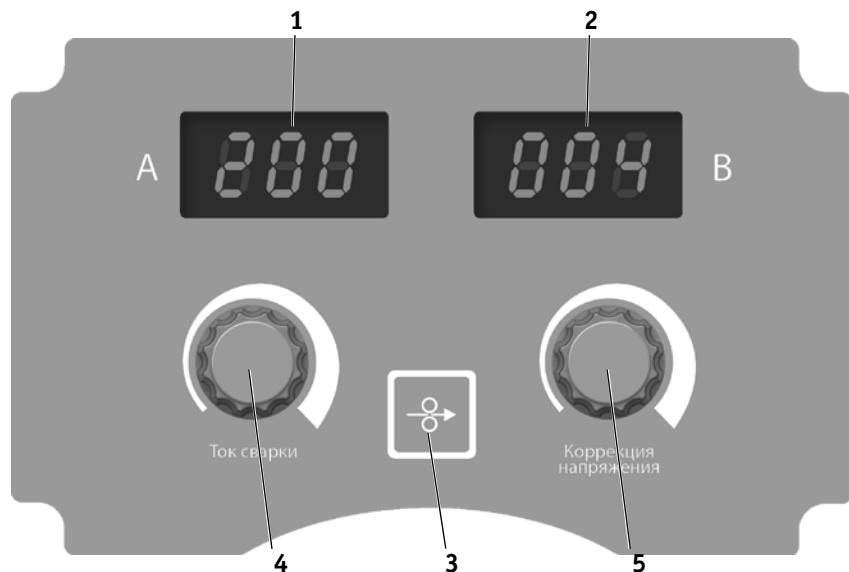

Рис. 7.3. Панель.
12. В зависимости от технологических задач откорректируйте напряжение на (п. 5, рис. 7.3).